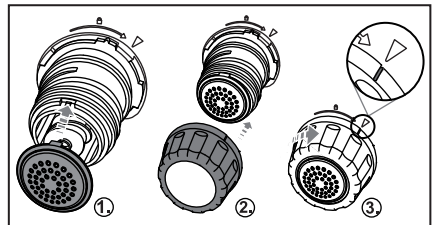

Fig. 5
- 8) Scegliere il disco sagomato **8** adatto (vedere capitolo "**Dischi sagomati**") e applicarlo al supporto **12** in modo che i due fermi del disco sagomato **8** scivolino negli incavi del supporto **12** (fig. 5).
- 9) Applicare il fissaggio per disco sagomato **14** al supporto **12** e ruotarlo saldamente in senso orario verso il simbolo  (fig. 5). Eventualmente fissare il disco sagomato **8** con la mano libera.
- 10) Il coperchio ❷ va montato solo dopo aver versato la farina necessaria nella vasca ❶ (vedere capitolo "**Produzione della pasta**").